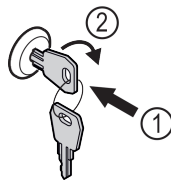

Fig. 158
- ▶ Вставьте ключ. Fig. 158 (1)
- ▶ Поверните ключ на 90° по часовой стрелке. Fig. 158 (2)